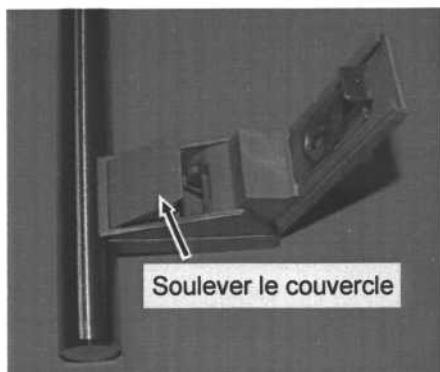
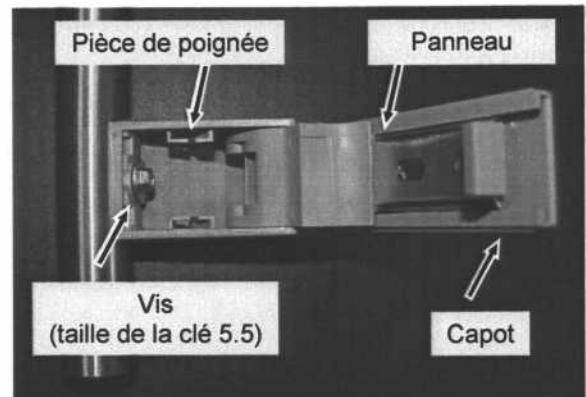

Fig. 1
Fig. 2
- Voir Fig. 1 et Fig. 2 pour une description des parties individuelles.
- Utiliser le nouveau cache (Fig 1) fourni avec le kit!